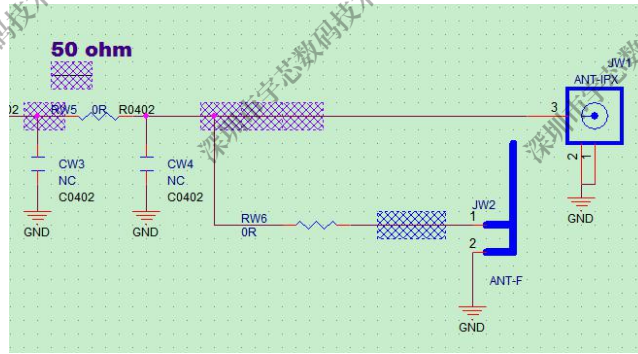

图 2-39 WiFi 天线匹配电路设计
- WiFi 的天线设计建议预留 π 型匹配电路，便于天线的匹配调试。如图 2-39 所示：